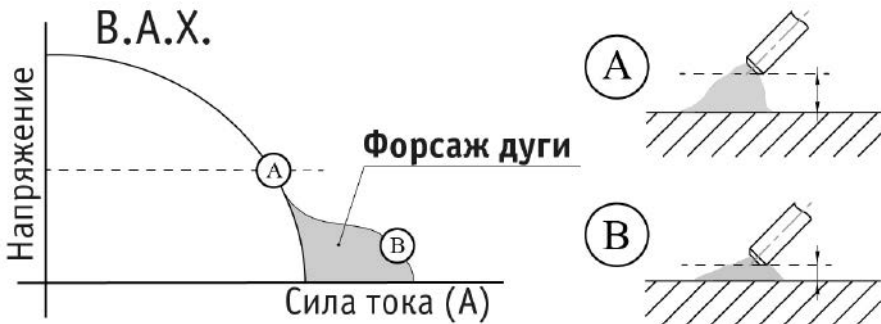

Рис. 6.4. Форсаж дуги.
Форсаж дуги: рекомендуется применять при сварке покрытыми электродами на малых токах. В процессе сварки происходит автоматическая регулировка силы сварочного тока, что уменьшает склонность к залипанию покрытого электрода к свариваемой детали (См. рис. 6.4).
7. Установите необходимое значение форсажа дуги (См. рис. 6.4).